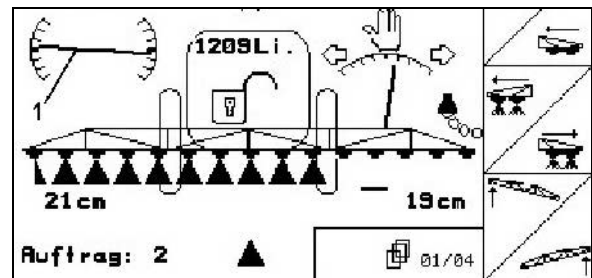

Fig. 85
2. Symbolet "hældningsindstilling" (Fig. 85/1) arbejdsmenuen viser den indstillede hældning for sprøjtebommen. Her er sprøjtebommens venstre side hævet.